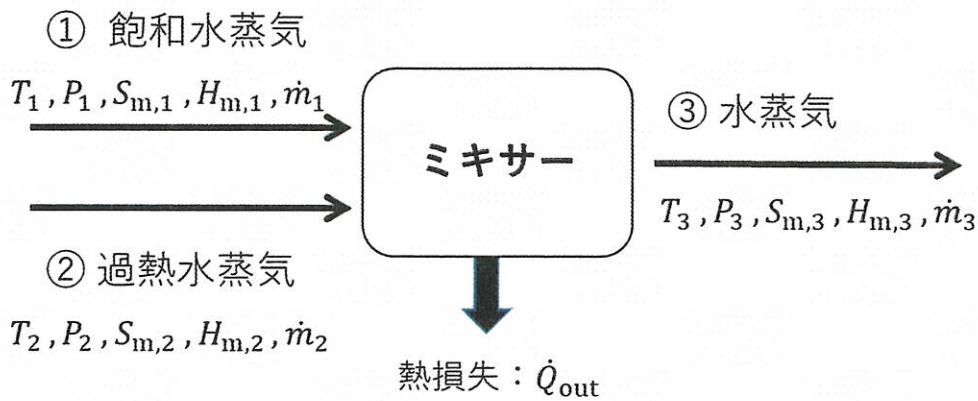

図1 ミキサーを使った水蒸気の混合プロセス
ミキサーを使った水蒸気の混合プロセスを考える。定常状態で、100℃の飽和水蒸気（流路①）と300℃、1.0 MPaの過熱水蒸気（流路②）をミキサーで混合し、250℃、300 kPaの水蒸気（流路③）を生成させる（図1）。このとき、飽和水蒸気の質量流速は1.5 kg・s⁻¹、ミキサーでの熱損失は2.0 kW、周囲の環境温度は25℃である。運動エネルギーとポテンシャルエネルギーを無視できるとして、以下の問に答えよ。